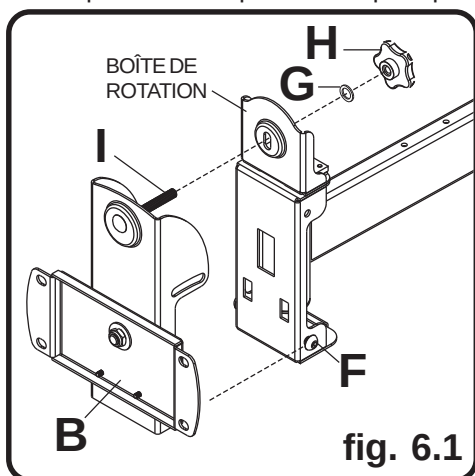

fig. 6.1
- 6-1** Accrochez le support inclinable et rotatif (**B**) à des vis M10 (**F**). Insérez le boulon de carrosserie (**I**) dans la fente de la boîte de rotation comme illustré à la figure 6.1. Posez la rondelle en nylon (**G**) et la molette de réglage de l'inclinaison (**H**).